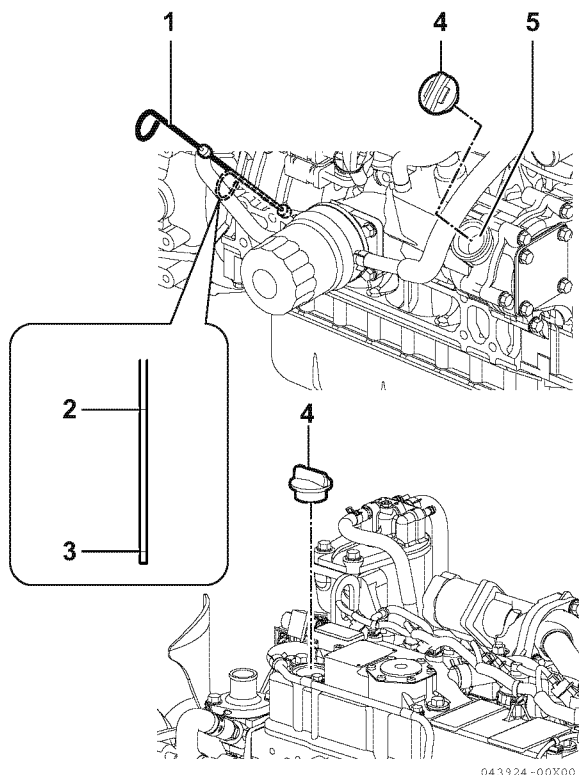

Abbildung 3
2. Den Messstab (1, **Abbildung 3**) entnehmen und mit einem sauberen Tuch abwischen.
4. Messstab herausziehen. Das Öl soll zwischen dem oberen (2, **Abbildung 3**) und dem unteren (3, **Abbildung 3**) Strich am Messstab stehen.
2. Den Öldeckel (4, **Abbildung 3**) ausbauen.
3. Die angegebene Menge Motoröl über die obere oder seitliche Motoröleinfüllöffnung (5, **Abbildung 3**) einfüllen.
6. Den Öldeckel (4, **Abbildung 3**) wieder einbauen und handfest-anziehen. Zu starkes Festziehen kann den Deckel beschädigen.